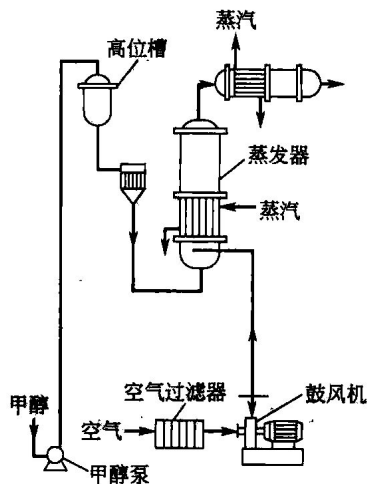
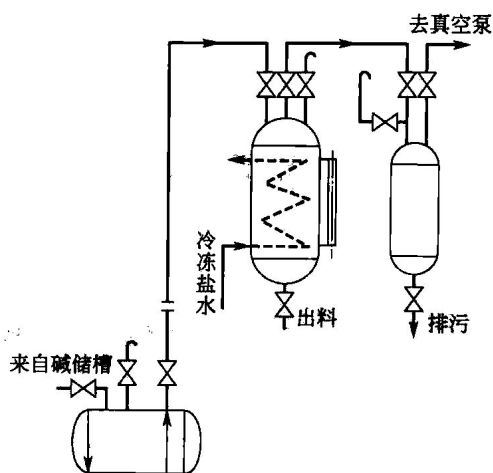

图1-1 甲醇汽化流程中用液体泵将甲醇送到高位储槽
图 1-3 真空抽料输送流程
【案例1】高位槽送料：高层住宅的用水是通过顶层的水箱来实现的，我们称之为高位槽。高位槽送料是一种由高处向低处送料的情况，是利用容器、设备之间的位差，将处在高位设备内的液体输送到低位设备内的操作。输送时，只要在两个设备之间用一根管道连接即可。高位槽的高度与流体的流量有直接的关系，即对于相同的输送管路，高位槽的高度越高，所输送流体的流量越大。另外，对于要求流体稳定流动的场合，为避免输送机械带来的波动，也常常设置高位槽。图1-1是甲醇汽化流程中用液体泵将甲醇送到高位储槽。
【案例4】真空抽料：通过真空系统造成的负压来实现流体输送的操作称为真空抽料。真空抽料是一种由低处向高处送料的情况。通过给下游设备抽真空造成上下游设备之间的压力差来完成流体的输送过程。真空抽料以其结构简单、操作方便、没有动件的优点适用于化工生产中的很多场合；但由于流量调节不方便，需要真空系统，所以不适用于输送挥发性的液体。图1-3是用真空泵将设备3抽真空，来实现输送碱液的过程。
通过上面的学习，仔细观察图 1-1~图 1-3，然后回答下列问题。
1. 图 1-1 中，甲醇是通过_____方式被送入高位槽，要使高位槽中的液体被送入蒸发器中，要求高位槽的高度必须_____蒸发器的高度。该流程中采用了_____送料和_____送料的方式。
3. 图 1-3 中，烧碱中间槽中的烧碱是通过_____的方式被送入烧碱高位槽的，真空汽包的作用是_____，该输送方式称为_____送料。